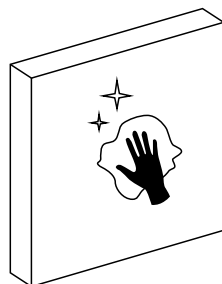

Fig. 6
- 1 Limpe a superfície onde você deseja colocar o teclado (Fig. 6).